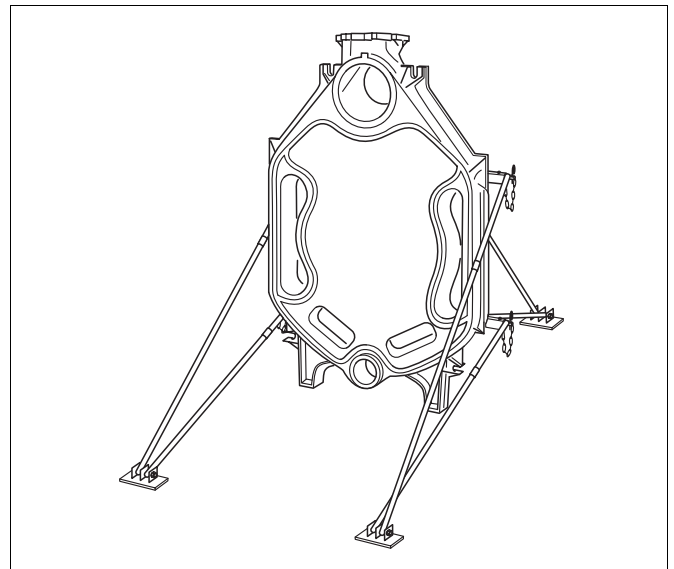
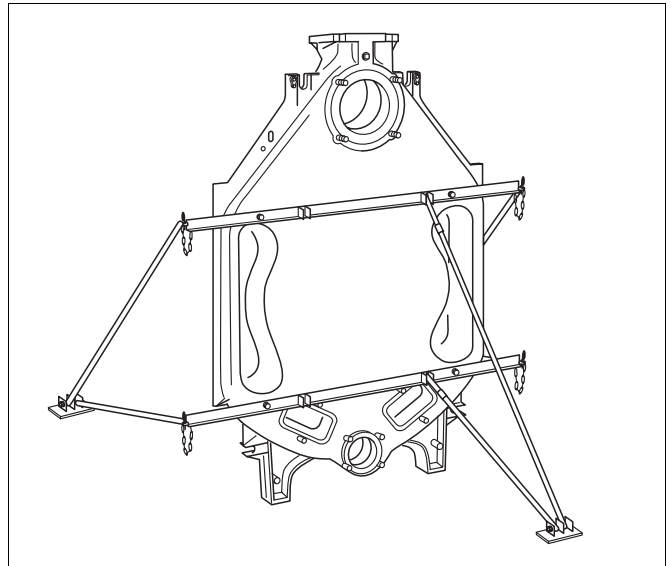

Fig. 9 Elemento posteriore con dispositivo di montaggio ausiliario montato
Fig. 11 Fissaggio del dispositivo di montaggio ausiliario
- Fissare gli elementi della caldaia con lo strumento ausiliare di montaggio (accessorio) affinché non si ribaltino. Per prima cosa, avvitare l'elemento posteriore allo strumento ausiliare di montaggio (fig. 9, pag. 17).
- Sistemare l'elemento posteriore e fissarlo con il dispositivo di montaggio ausiliario per evitarne il capovolgimento (→ fig. 11 e fig. 9 e le istruzioni del dispositivo di montaggio ausiliario fornite separatamente).